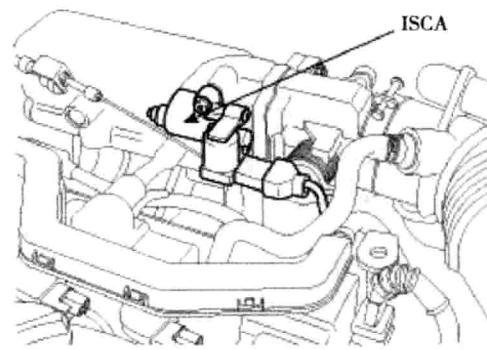

图 1-1-13 怠速控制执行器 (ISCA) 位置图
(13) 怠速控制执行器 (ISCA) 位置图如图 1-1-13 所示。